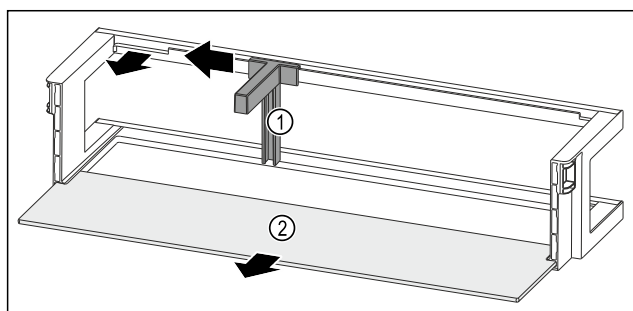

Fig. 120 Dvevní přihrádka s držákem lahví a odkládací plochou
- Držák lahví Fig. 120 (1) posuňte na stranu až k vybrání.
- Držák lahví Fig. 120 (1) odeberte.
- Odkládací plochu Fig. 120 (2) odeberte.